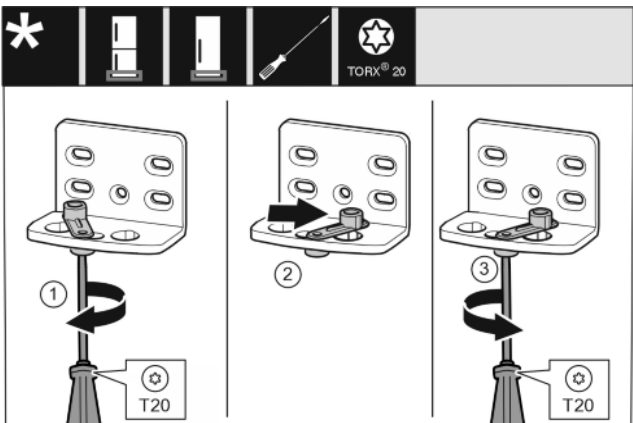

Fig. 14
- ▶ Šroubovákem T20 volně přišroubujte šroub. Fig. 14 (1)
- ▶ Zvedněte pomůcku zavírání dveří a v otvoru ji otočte o 90° doprava. Fig. 14 (2)
- ▶ Šroubovákem T20 šroub pevně utáhněte. Fig. 14 (3)